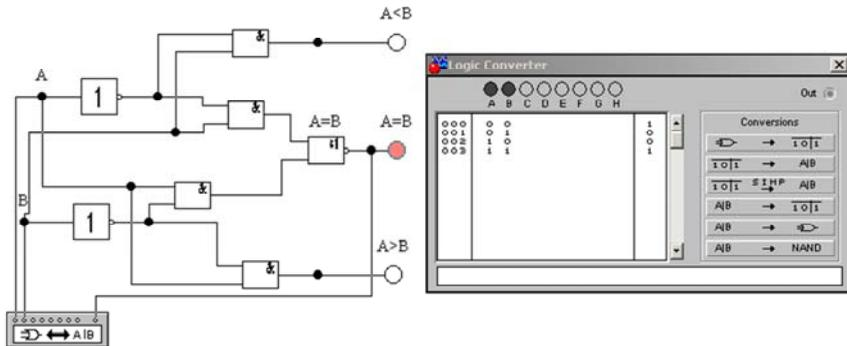
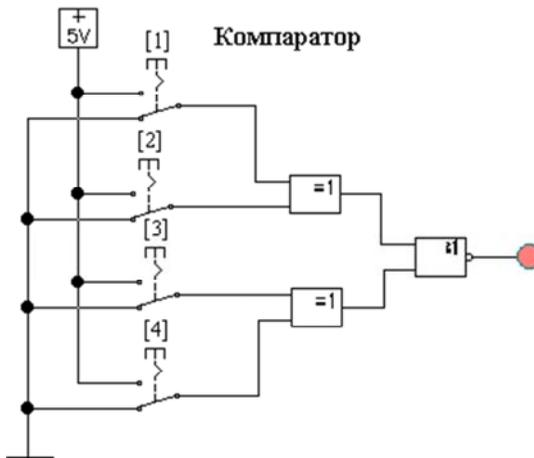

Рис. 12.8. Исследование компаратора с помощью *Logic Converter* (файл **comp1.ewb**)
Рис. 12.9. Двухразрядный компаратор (файл **kls_comp.ewb**)
7. Исследовать компаратор (файл **comp1.ewb**, рис. 12.8). Подключая *Logic Converter* к различным выходам, получить таблицы истинности устройства сравнения. Исследовать двухразрядный компаратор (файл **kls_comp.ewb**, рис. 12.9).